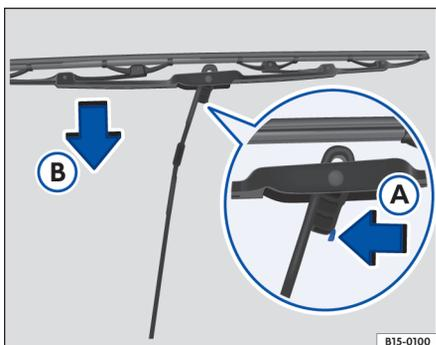

图 109 更换前风窗玻璃的风窗玻璃刮水片
- 沿箭头  方向按压固定卡簧  图 109，同时沿箭头  方向脱开风窗玻璃刮水片。